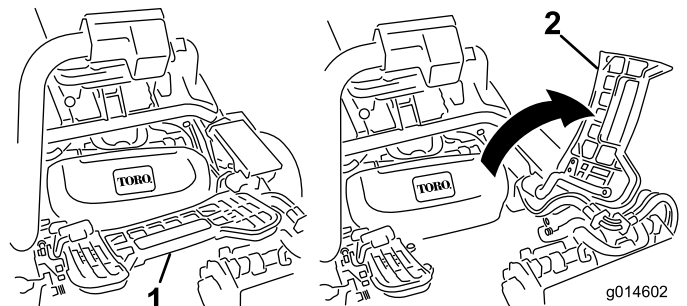

図 10
3. 中央カッティングユニットを取り付ける時は、フット・レストを跳ね上げて取り付け位置へのアクセスを確保する(図 10)。